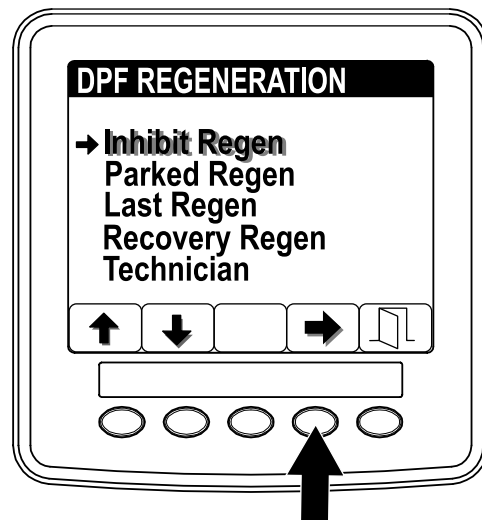

Figura 43
1. Accedete al menu DPF Regeneration e premete i pulsanti 1 o 2 per far scorrere il menu verso il basso fino all'opzione INHIBIT REGEN (Figura 43).
2. Premete il pulsante 4 per selezionare la voce Inhibit Regen (Figura 43).